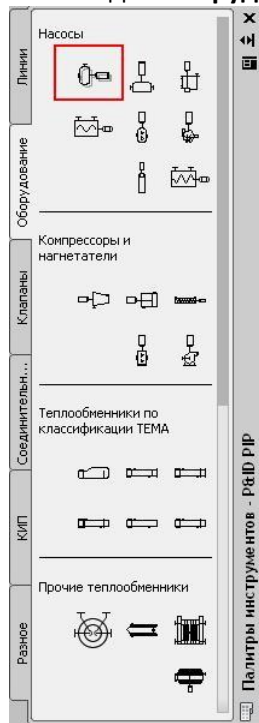

Рис. 8
- Разместите два насоса, выбрав пиктограмму **Насос центробежный горизонтальный** на вкладке **Оборудование** палитры инструментов (Рис. 8).